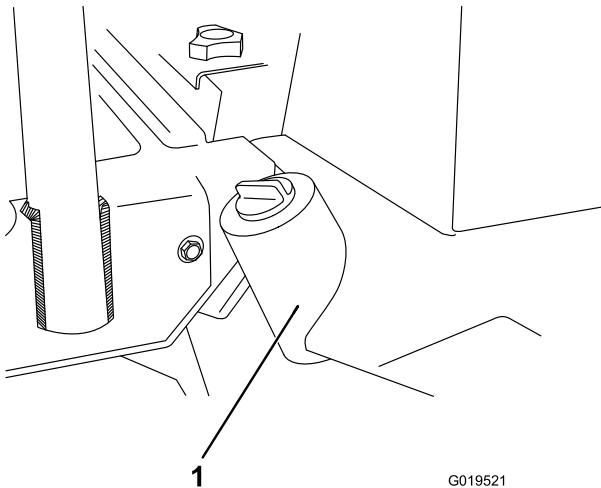

Рисунок 73
3. Снимите пробку сливного отверстия с нижней части бака (Рисунок 73) и дайте гидравлической жидкости стечь в сливной поддон.